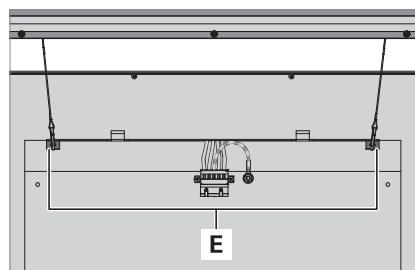

Fig. 7: Direktlicht-Element einhängen.
- ▶ Hängen Sie das Direktlicht-Element in die zwei Haken **E** am Leuchtenrahmen ein, siehe Fig. 7.